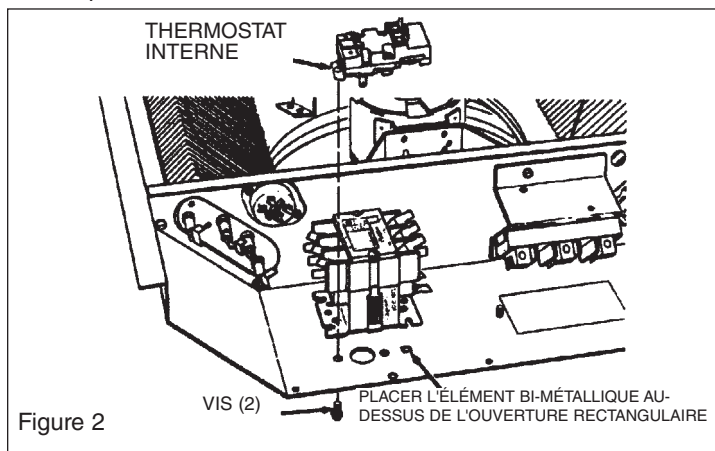

Figure 2
- Installer le thermostat interne dans le radiateur comme illustré dans la figure 2.